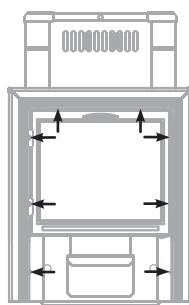

Рисунок 8. Место нахождение винтов для демонтажа дверки при монтаже моделей печи с панорамным топливным каналом.
- 1) открутить саморезы 8 шт., которыми прикрепляется дверка с рамкой к топливному каналу и снять ее; (см. рисунок 8)